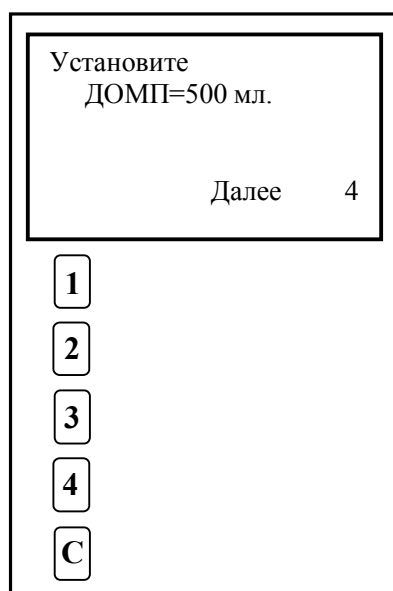

Рисунок 5
- 13.2 Включите блок управления. На дисплее появится надпись, сигнализирующая о необходимости в ручную установить заслонку в положение 500 (Рабочий объем 500 мл) (Рис. 5). После переведения заслонки в соответствующее положение нажмите клавишу «4».